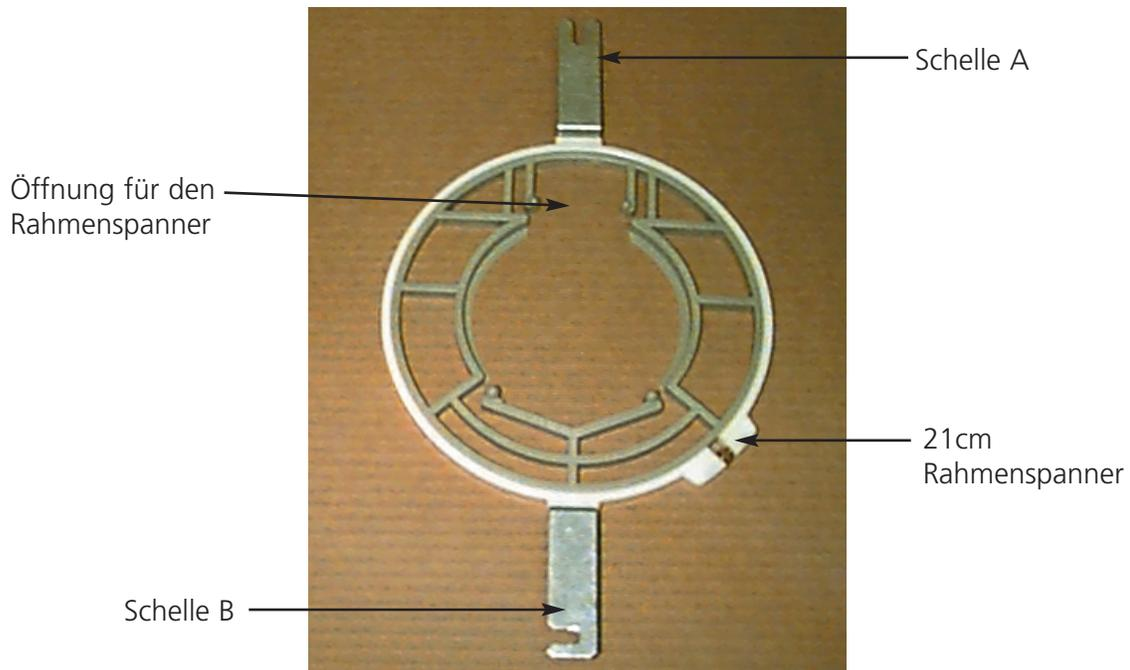

Abbildung 3-15
2. Den inneren Ring aus dem 21cm-Rahmen mit den beiden Schellen entfernen (siehe Abb. 3-15).
4. Gemäß Abb. 3-15 die Schelle A in ihre Position an der Flügelschraube an der Rückseite des Schieberahmens schieben, dann die Schelle B an ihre Position an der Flügelschraube an der Vorderseite des Schieberahmens setzen.